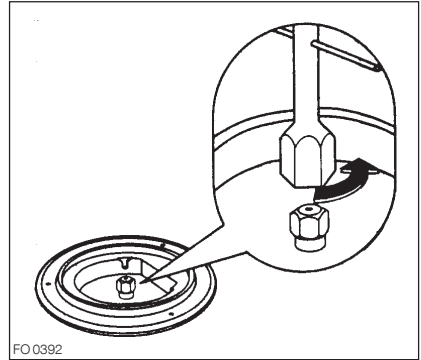

Fig. 4
- 3) Avec une clé de 7 dévissez les injecteurs (Fig. 4) et remplacez-les par ceux convenant au type de gaz utilisé (voir tableau).